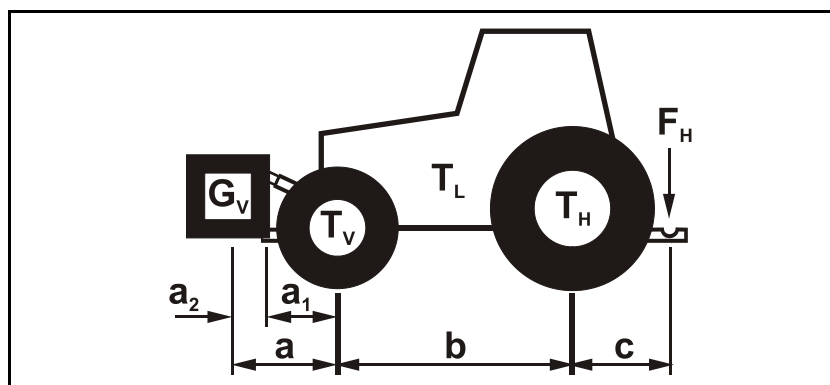

Fig. 119
- **Super-S-bom Fig. 119/...:**